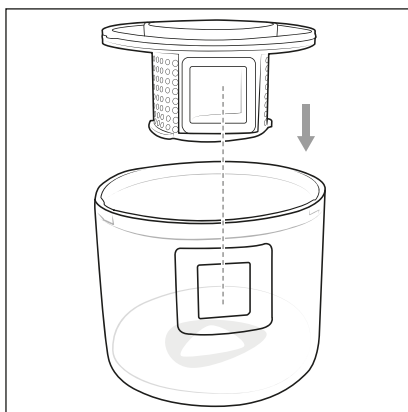

Fig. 7
- 6) Remettez le filtre à poussière **6** en place dans le bac à poussière **4**. Veillez ce faisant à ce que les ouvertures latérales du bac à poussière **4** et du filtre à poussière **6** se superposent (fig. 7).